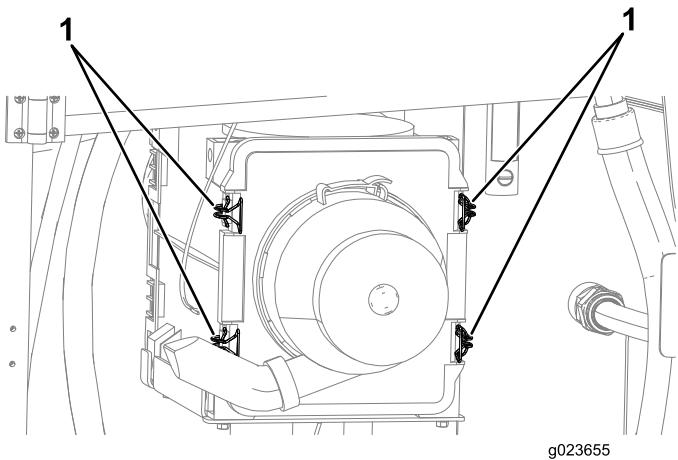

Bild 85
5. Ziehen Sie die vier Riegel für die Luftfilterabdeckung nach außen (**Bild 85**).
4. Schieben Sie die Luftfilterabdeckung nach innen, bis sie fest sitzt, und befestigen Sie sie mit den Riegeln (Bild 85).